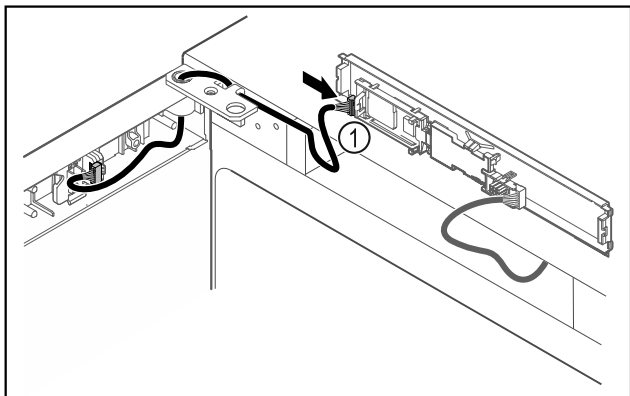

Fig. 41
- Lidhni spinën Fig. 41 (1) në qark.